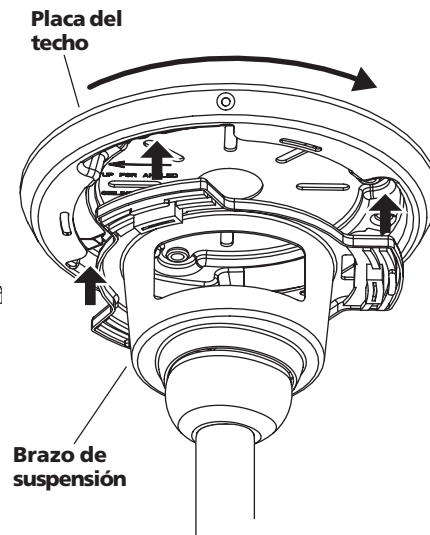

Figura 4b - Forma de colgar el ventilador
3. Sosteniendo el brazo de suspensión con una mano y soportando el peso del ventilador con la otra, levante el brazo de suspensión hasta que quede al ras con la placa del techo, como se muestra en la Figura 4b. Gire el brazo